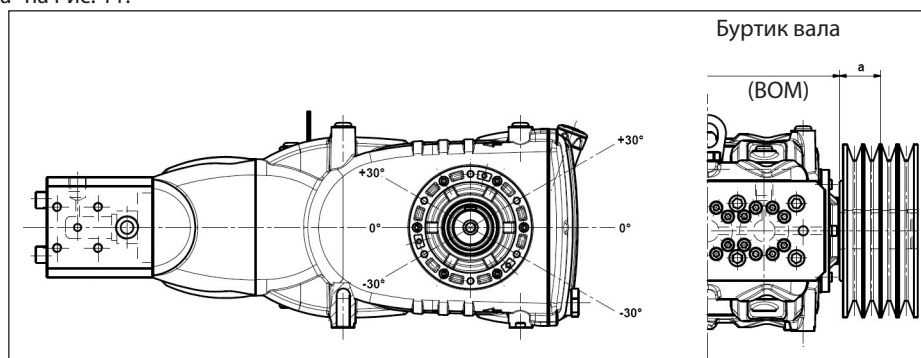

Рис. 11
Передача считается соответствующей, если данная нагрузка прилагается на максимальном расстоянии $a=40$ мм от буртика вала (BOM), как указано на Рис. 11.
- б) Пользуйтесь ремнями с высоким КПД, например, **XPB** вместо **SPB**, поскольку в этом случае потребуется меньшее количество ремней при одинаковой передаваемой мощности, что в свою очередь сократит расстояние между результирующей силой и буртиком вала (BOM) "а" на Рис. 11.
- д) Натягивайте ремень в направлении, указанном на Рис. 11, в случае особых потребностей обратитесь в **технический отдел** или **службу технической поддержки**.